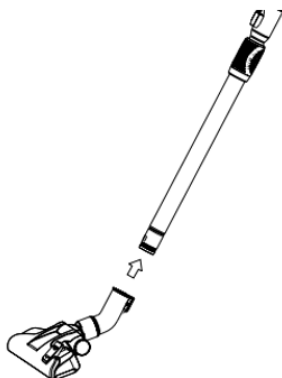

Fig. 3
3. **Fig.3:** Conexiunea dintre tub și perie: